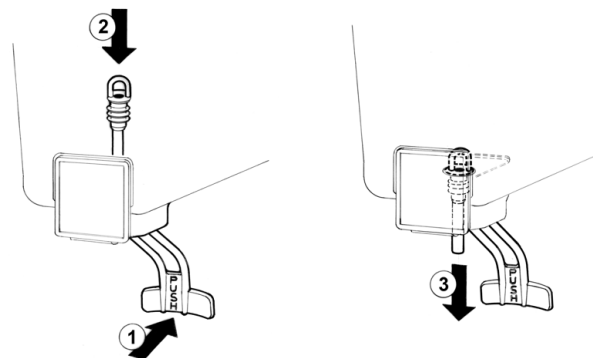

figura 5
2 **Grifo con tubo de goma:** empujar la palanca mando grifo (1) e insertar el tubo de goma de salida en su situación vertical en el fondo del contenedor (2). Tirar (3) ligeramente hacia abajo la extremidad del tubo de goma hasta ajustarlo completamente (ver figura 5).